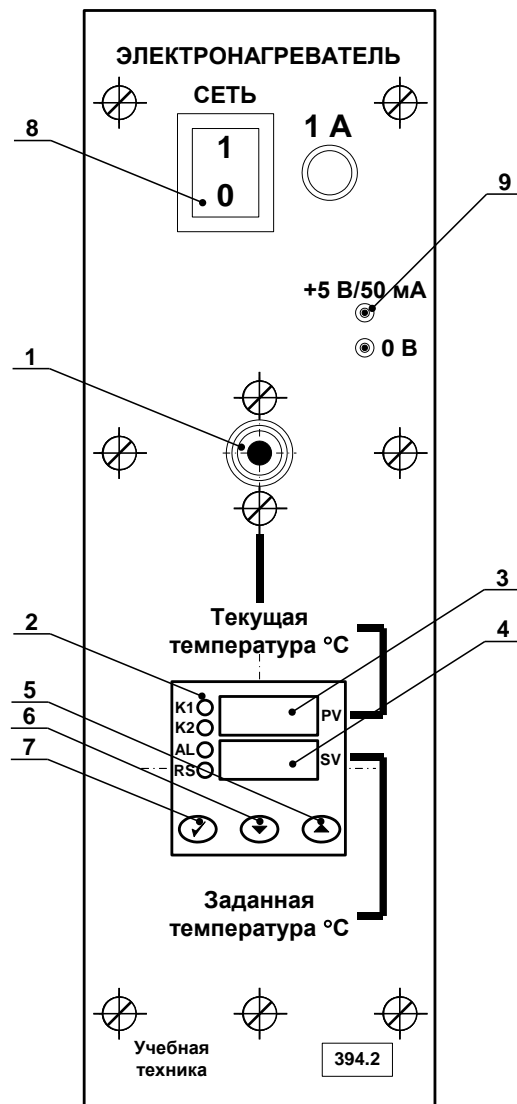

Рис. 2.1.1. Лицевая панель блока электронагревателя (394.2).
Блок электронагревателя (рис. 2.1.1) используется для определения температурного коэффициента сопротивления различных материалов. Блок позволяет задать и автоматически поддерживать температуру нагревателя. В блоке установлен маломощный источник +5 В, используемый как дополнительный источник питания в некоторых экспериментах.
Слева от индикаторов 3 и 4 (рис. 2.1.1) на лицевой панели регулятора температуры установлены 4 светодиода
1. Нажать одну из кнопок управления 5 или 6 регулятора температуры 2 (рис. 2.1.1).
3. После установки требуемого значения температуры необходимо однократно нажать кнопку 7 (рис. 2.1.1). Мигание индикатора 4 прекращается. Температура задана.
1. Однократно нажать кнопку 7 (рис. 2.1.1) регулятора температуры. На индикаторе 3 (красный, PV) отобразится надпись «r-S». На индикаторе 4 (зеленый, SV) текущее состояние регулятора «StoP» (СТОП) или «rUn» (РАБОТА).